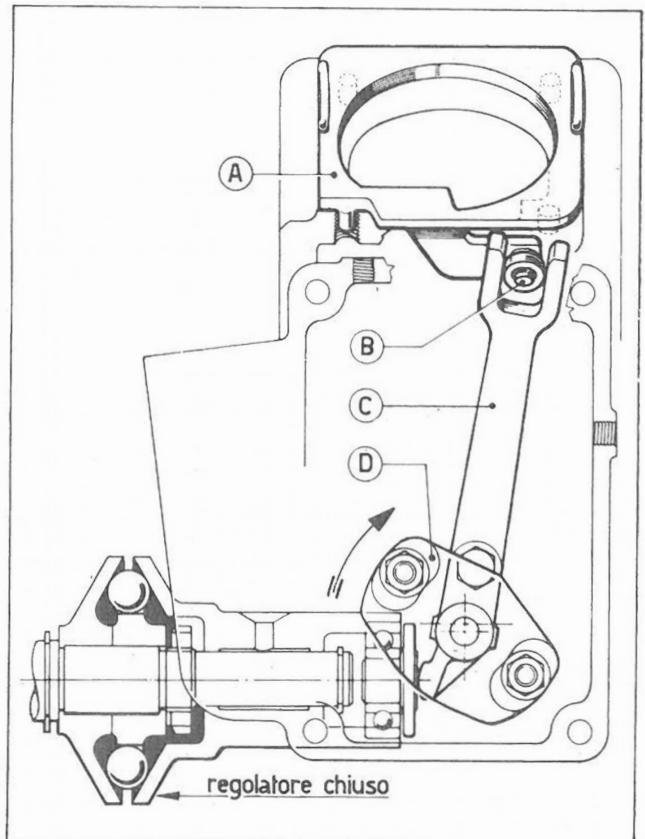

Fig. 91
- Collegare nell'alloggiamento della pompa iniezione il calibro A 7276-2001-04 per 672-832 o 7277-2003-05 per 673-833, innestando il perno B nella forcella della leva C (Fig. 91).
- Mantenendo in posizione il calibro A, ruotare il supporto D in senso orario finché l'estremità della leva chiuda completamente il regolatore (Fig. 91).
2. Place gauge A 7276-2001-04 for 672-832 or 7277-2003-05 for 673-833 in injection pump housing, and snap journal B in fork of lever C (Fig. 91). Journal position corresponds to pump maximum delivery.
3. Keeping gauge A in position, rotate support D clockwise until lever end closes governor completely (Fig. 91).
- Placer dans le logement de la pompe d'injection le calibre A N°7276.2003.04 pour 672-832 ou N°7277.2003.05 pour 673-833, en engageant l'axe B dans la fourchette du levier C (fig.91). La position de l'axe correspond au débit maximum de la pompe.
- En maintenant en position le calibre A, tourner le support D en sens horaire, jusqu'à ce que l'extrémité du levier ferme complètement le régulateur (fig.91).